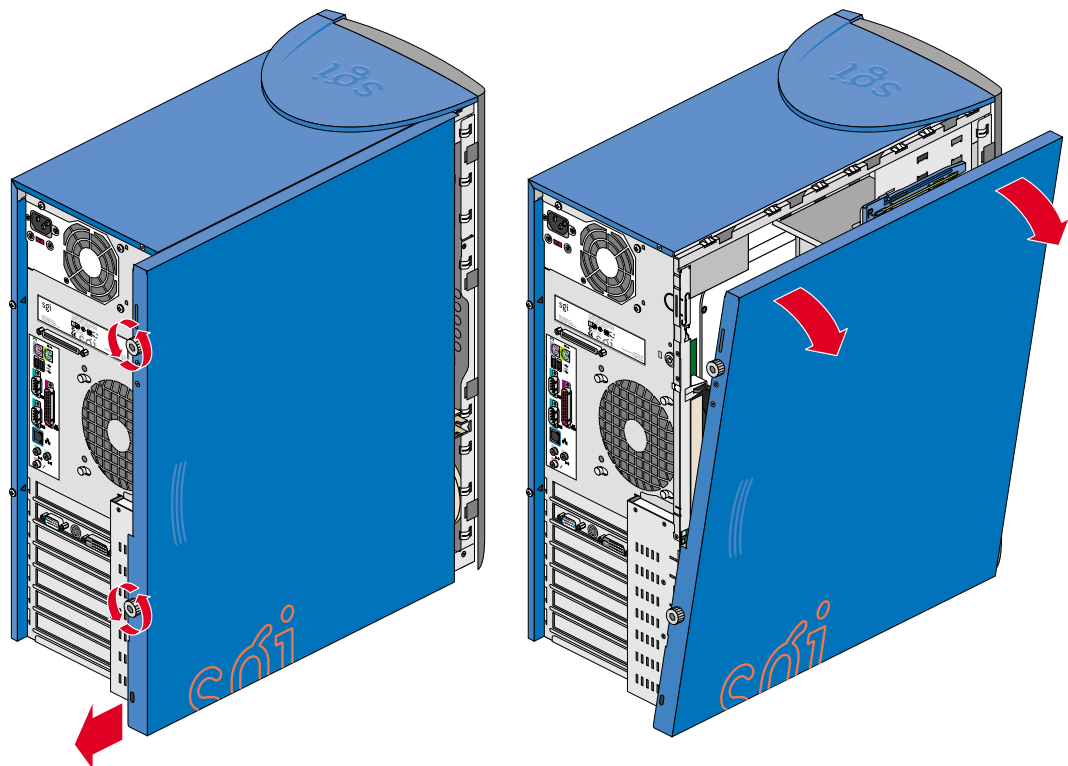

Abbildung 2-1 Abnehmen der Seitenabdeckung
3. Nehmen Sie anhand der folgenden Anweisungen wie in Abbildung 2-1 gezeigt die Seitenabdeckung ab: